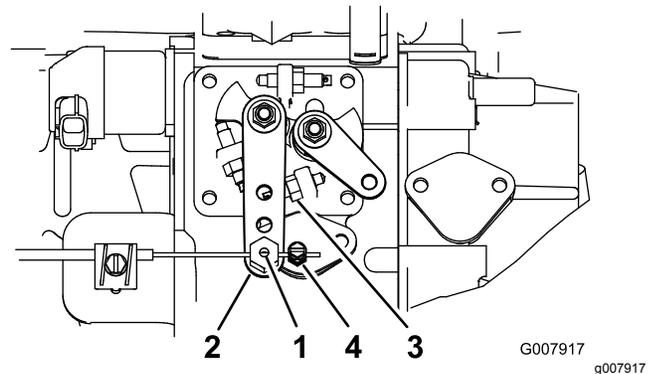

Figure 50
2. Desserrez la fixation du câble d'accélérateur sur le bras du levier de la pompe d'injection (Figure 50).
3. Maintenez le bras de levier de la pompe d'injection en appui contre la butée de régime de ralenti accéléré (Figure 50).